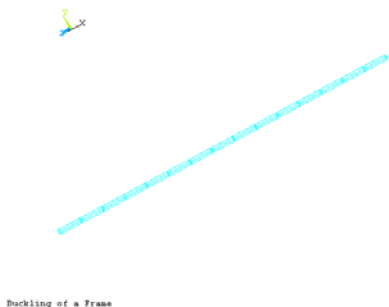
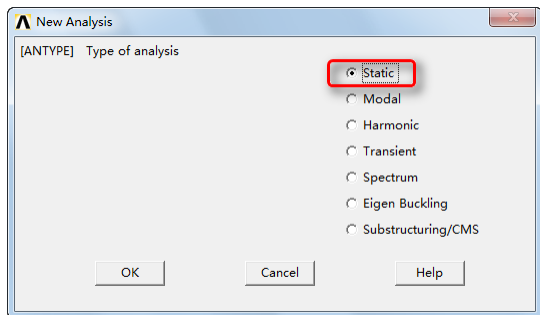

图 15-20 划分网格
图 15-21 设定分析类型
⑬划分单元：Main Menu > Preprocessor > Meshing > Mesh > Lines，弹出 Mesh Lines 拾取菜单，单击“Pick All”按钮，屏幕显示如图 15-20 所示。
⑫② 获得静力解。
①设定分析类型：Main Menu > Solution > Unabridged Menu > Analysis Type > New Analysis，弹出“New Analysis”对话框，如图 15-21 所示，单击“OK”按钮接受默认设置（Static）。